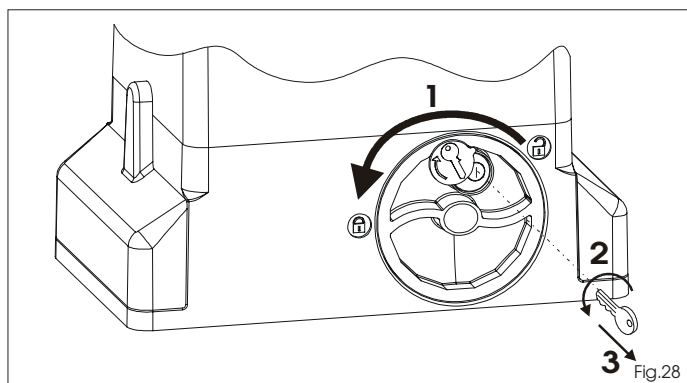

Fig.28
- 1) Ruotare il sistema di sblocco in sensu antiorario sino al suo arresto, Fig.28 rif.1.
- 2) Ruotare la chiave in sensu antiorario ed estrarla dalla serratura, Fig.28 rif.2 e 3.